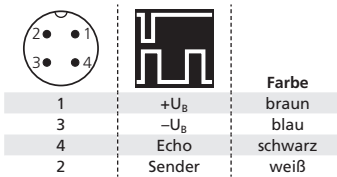

Bild 1: Pinbelegung mit Sicht auf den Sensorstecker und Farbkodierung der Anschlusskabel
- Sensor nach Bild 1 an die Steuerung anschließen.